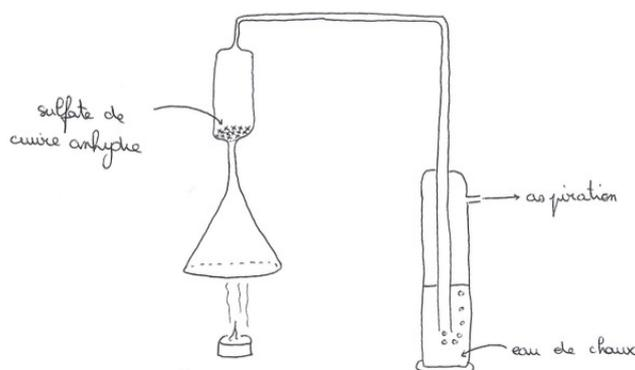

Fig. 1 – Système d'analyse des fumées d'une combustion
- ▷ Expérience de caractérisation des produits d'une combustion : combustion de la paraffine d'une bougie chauffe plat au dessus d'un dispositif récupérant les vapeurs par aspiration et les entraînant dans une cuve avec du sulfate de cuivre anhydre et les faisant barboter dans de l'eau de chaux. (figure 1) Avec le cuivre anhydre on met en évidence de la production d'eau et avec l'eau de chaux on met en évidence la production de CO_2 . Le test de l'eau de chaux marche très bien au bout de 30s-1min mais celui au sulfate de cuivre est beaucoup plus long, il faut le faire tourner pendant la préparation et pendant l'oral on peut récupérer l'eau qui se liquéfie sur les parois de l'entonnoir avec un coton tige et tamponner ce dernier dans du sulfate de cuivre pour voir la couleur très bleue. Pour optimiser le montage, on a essayé de calorifuger le passage de l'entonnoir vers le sulfate de cuivre anhydre pour ne pas que l'eau se liquéfie, mais le résultat n'est pas exceptionnel. On pourrait peut être refroidir le contenant du sulfate de cuivre anhydre pour que la liquéfaction se fasse à cet endroit et on pourrait utiliser deux bougies pour former et récupérer plus d'eau dans le système. Après avoir analysé les résultats des deux tests, on peut éteindre la bougie en la recouvrant d'un bécher, montrant la nécessité du comburant (O_2).